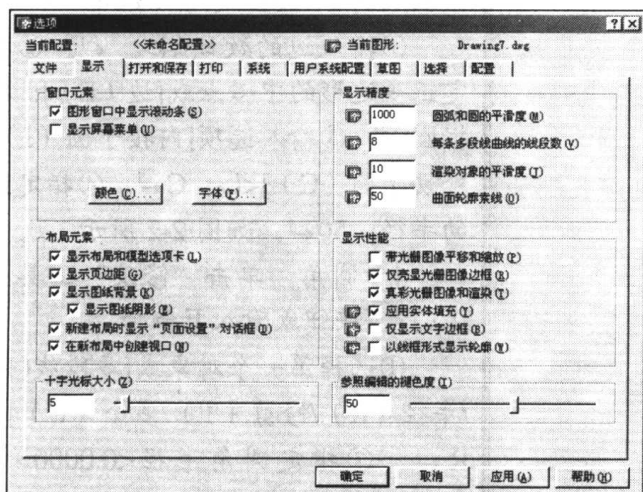

图 1-8
10. 执行“工具”→“选项”命令, 在弹出的对话框中选择“显示”选项卡, 设置“渲染对象的平滑度”的值为10, 增大渲染的光滑程度, 如图1-8所示。